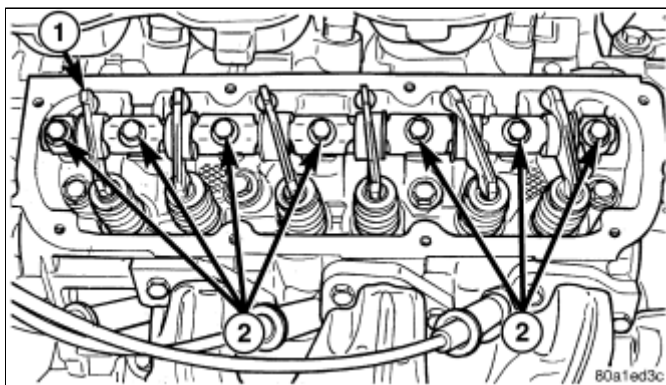

图 1 摇臂和轴
2. 松开摇臂轴螺栓(图 1)，每次转动一转，直到释放所有气门弹簧压力。
3. 拆卸摇臂和摇臂轴总成(图 1)。